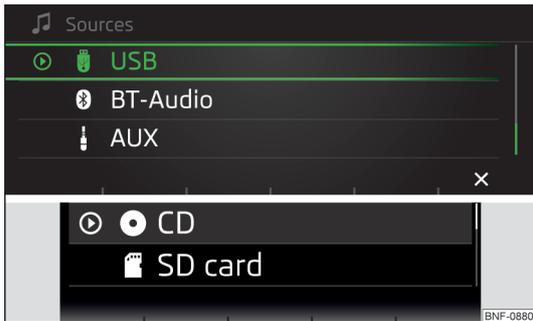

Fig. 106
- ▶ Pulsar la tecla de función **[F]**. Seleccionar con el potenciómetro **[R]** la fuente de audio » **fig. 106** y elegir la carpeta/título deseado.